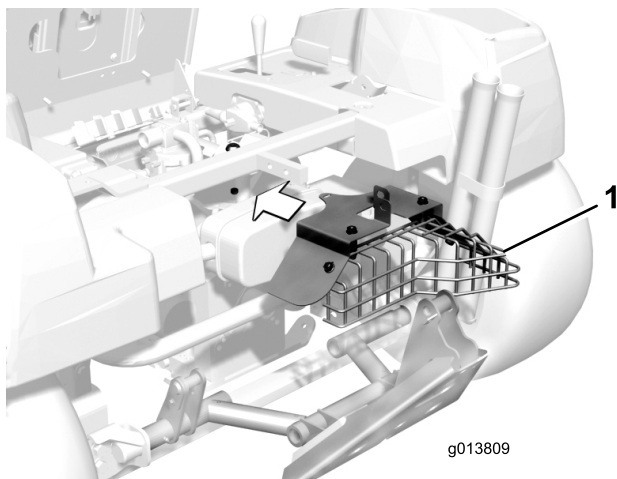

Figura 9
13. Coloque o conjunto da protecção de forma a que a estrutura de suporte apoie nos furos de montagem da placa do cilindro e os parafusos da máquina encaixem no furo da protecção traseira. Monte sem apertar a protecção no parafuso da máquina com a porca (Figura 9).